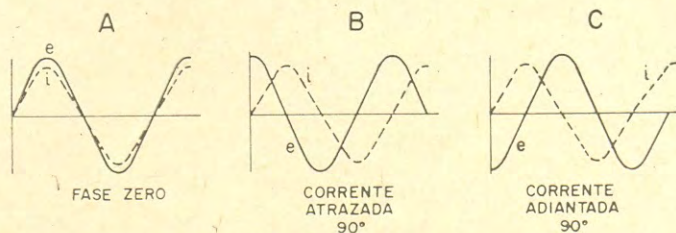

Figura 21
A intensidade da corrente (I) em um circuito de corrente alternada pode alcançar o valor zero e máximo ao mesmo tempo em que os mesmos valores da onda de tensão (E), porém também pode acontecer que não coincidam, adiantando-se ou atrasando-se uma em relação à outra. Essas três condições estão mostradas na figura 21 (A, B e C); quando os valores correspondentes à intensidade e à tensão coincidem diz-se que os mesmos estão em fase. Se os valores de intensidade, zero e máximo, são produzidos antes da onda de tensão diz-se que a corrente está com fase adiantada; ao contrário temos um caso de atraso de fase.